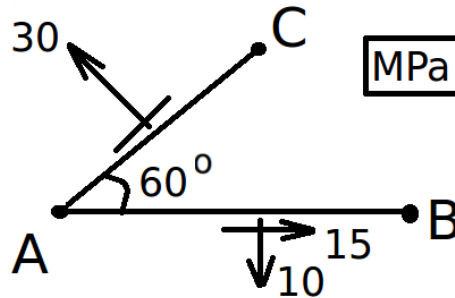

Figura 5
8. Sabendo-se que um ponto em estado plano de tensões está sujeito às tensões conforme mostra a Figura 5, pede-se: